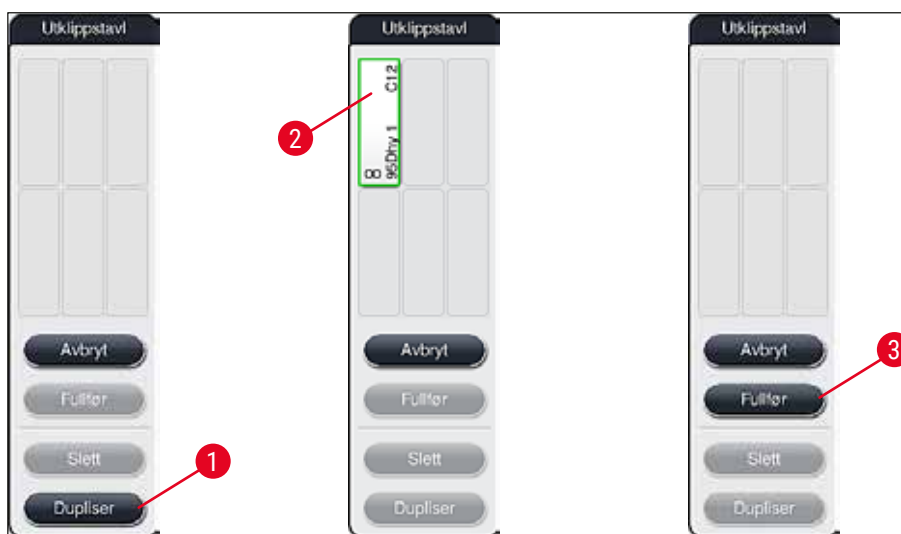

Fig. 54
2. Les informasjonsmeldingen som vises på skjermen, og bekreft med **OK!** En ny **Utklippstavle** (→ "Fig. 54") åpnes.